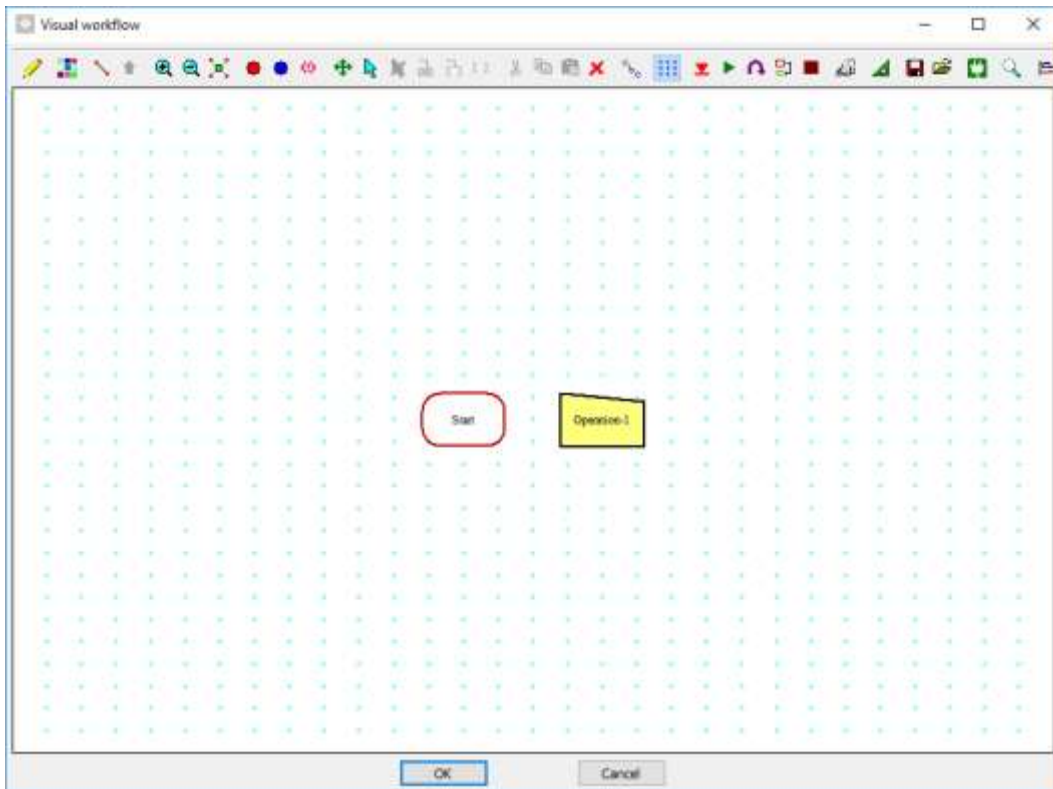

Рисунок 24: Візуальний редактор робочого процесу зі створеним *Operation-1*.
33. У візуальному редакторі робочого процесу клацніть лівою кнопкою миші праворуч від елемента *Start*. У вікні з'явиться елемент операції *Operation-1* (рис. 24).